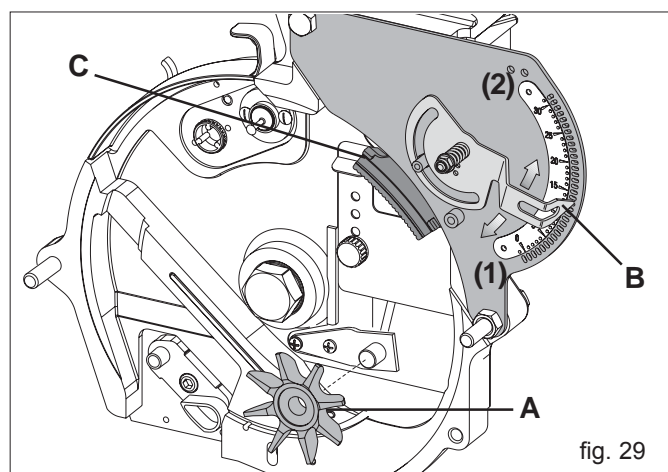

fig. 29
La Maison Productrice fournit, en série, (démonté) l'agitateur de graines pour chaque distributeur (A, Fig. 29).
Le déplacement de l'aiguille (B Fig. 29) commande un curseur (C Fig. 29) qui frôle le disque à la hauteur des trous et provoque la chute des graines excédentaires. Le sélecteur est réglé à chaque changement de graine et de disque vers les numéros inférieurs pour les petites graines (1 Fig. 29) et dans la direction contraire pour les graines plus grosses (2).